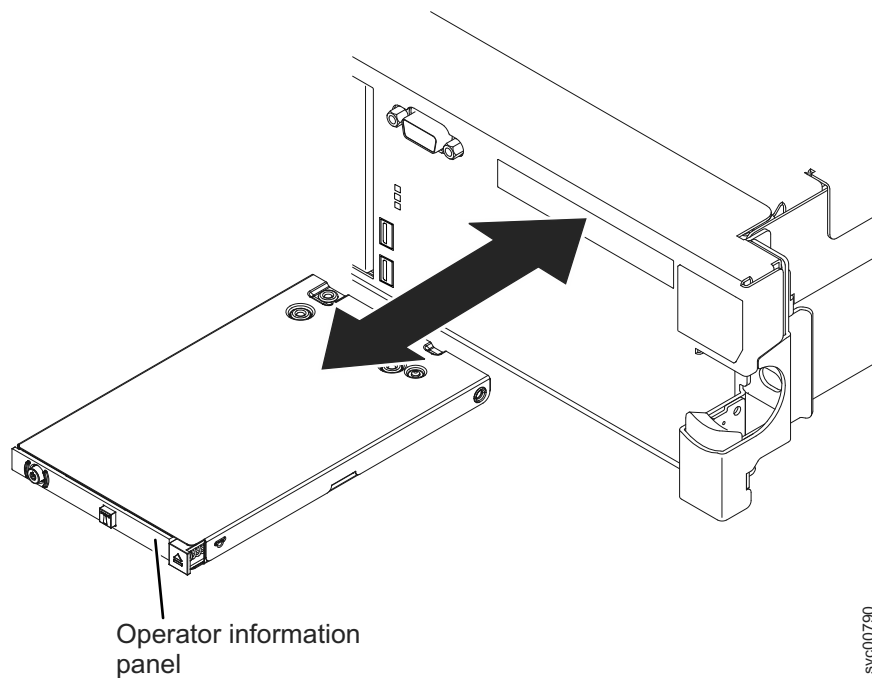

Figura 164. Substituindo o Painel de Informações do Operador do 2145-DH8
2. Na parte frontal do nó, deslize o painel de informações do operador para dentro do nó até que ele se encaixe no lugar, conforma mostrado na Figura 164 na página 199.